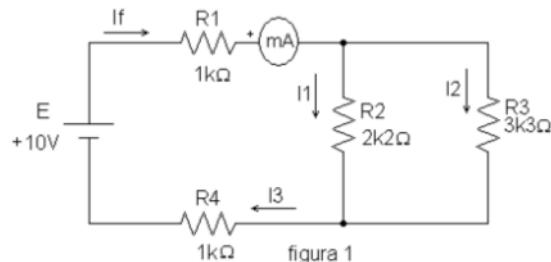

Figura 3: Circuito para medições de corrente e tensão.
1. Considere o circuito da figura 3.
3. Com a fonte de tensão  $E$  DESLIGADA, monte o circuito mostrado no esquema elétrico da figura 3.
- Mantenha o circuito da figura 3 e meça as tensões  $V_f$  (tensão da fonte),  $V_{R1}$  (tensão sobre o resistor  $R_1$ ),  $V_{R2}$ ,  $V_{R3}$  e  $V_{R4}$  com o voltímetro devidamente polarizado, de modo que os resultados sejam positivos. Apresente os resultados: